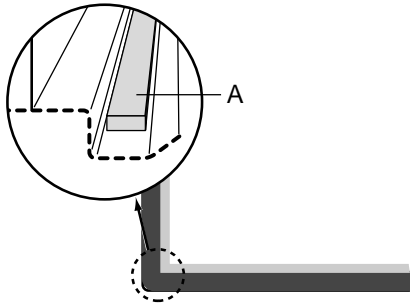

Abb. 6
- Mitgeliefertes Abdichtungsbandband (A) unter den Rand des Kochfeldes kleben (siehe Abb. 6).